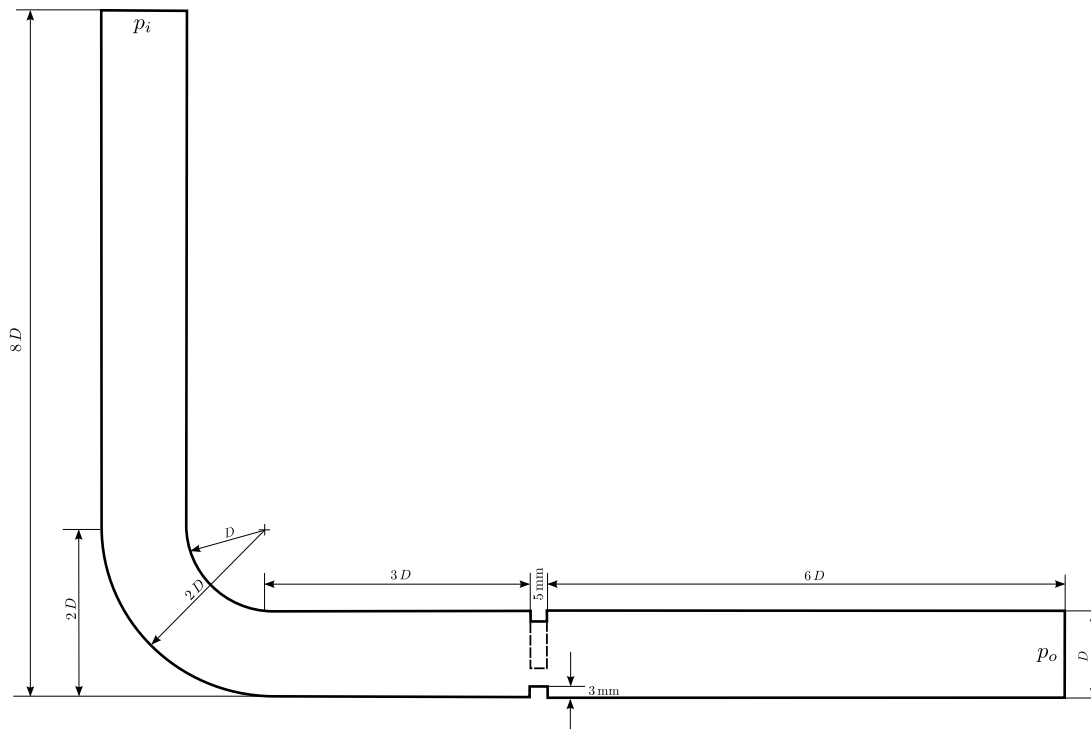

Figura 1: Conjunto curva-válvula. La línea de trazos indica un posición alternativa para la exclusiva de la válvula.
El problema a resolver consiste en un conjunto codo-válvula desarrollado a lo largo de una tubería de diámetro  $D = 0,0254$  m, según se indica en la Figura 1. El fluido transportado posee una viscosidad cinemática  $\nu = 1 \times 10^{-5} \frac{\text{m}^2}{\text{sec}}$  siendo aproximadamente 10 veces mayor a la del agua. La diferencia de presión estática entre la entrada (zona superior) y la salida (zona derecha) de la tubería es  $p_i - p_o = 0,5 \frac{\text{m}^2}{\text{sec}^2}$ . A los efectos de simplificar la simulación se considera un geometría 2D, con lo cual el problema representa más precisamente el flujo entre placas.
- i) Mallar la geometría indicada en la Figura 1 utilizando el mallador de su preferencia, se sugiere el uso de `blockMesh` o `gmsH`. El paso de malla propuesto es aproximadamente 1 elemento/1 mm. Las fronteras se dividirán en entrada, salida y paredes;